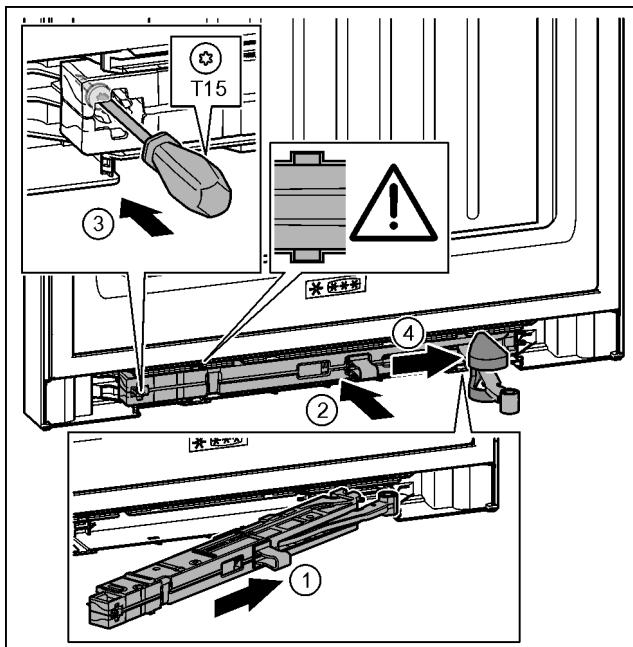

Fig. 45
- Під нахилом просуньте демпферний вузол з боку опорного кронштейна в отвір до упору. Fig. 45 (1)
- Повністю вставте демпферний вузол в отвір. Fig. 45 (2)
- Закрутіть гвинт за допомогою викрутки T15. Fig. 45 (3)
- Просуньте кришку через шарнір. Fig. 45 (4)